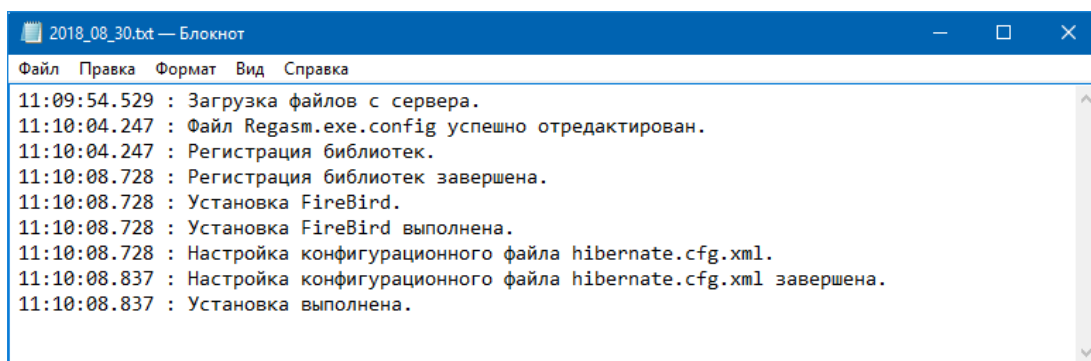

Рисунок 17 – Файл с описанием действий при установке адаптера
8.1.1.7. В папке, куда был скачан архив, будет создана папка Log с файлом, в котором описаны все действия, которые были проведены при установке адаптера (рис. 17).